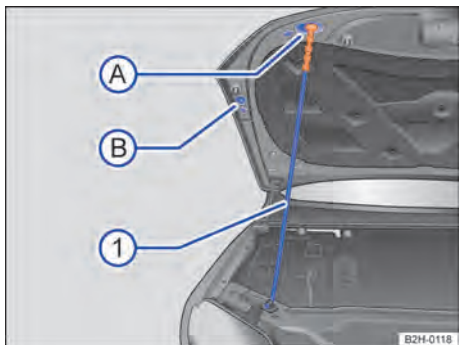

Fig. 171 Fijación del capó delantero con la varilla de sujeción (representación esquemática).
5. Desencaje la varilla de sujeción del lado derecho del portacierre por el extremo de color → Fig. 171 ①.
6. Introduzca el extremo de color de la varilla en la fijación → Fig. 171 Ⓐ o Ⓑ.
2. Desencaje la varilla de sujeción del orificio por el extremo de color y encástrelo en el soporte del lado derecho del portacierre → Fig. 171 ①.